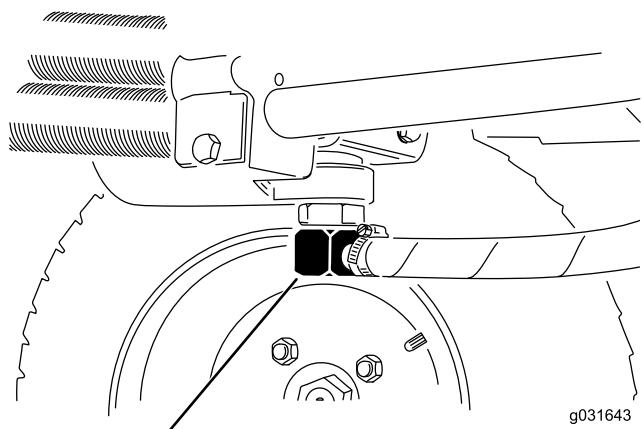
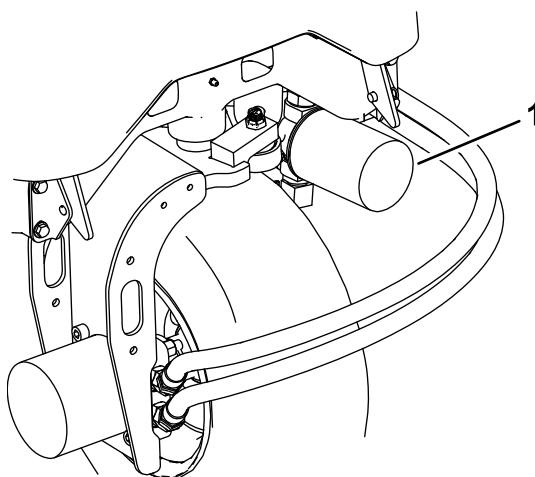

Figura 65
Figura 67
2. Desconecte el tubo hidráulico o retire el filtro hidráulico y deje fluir el aceite hidráulico en un recipiente apropiado (Figura 67 y Figura 65).
3. Vuelva a colocar el tubo cuando el aceite hidráulico se haya drenado (Figura 65).
3. Limpie alrededor de la zona de montaje del filtro, coloque un recipiente debajo del filtro y retire el filtro (Figura 67).